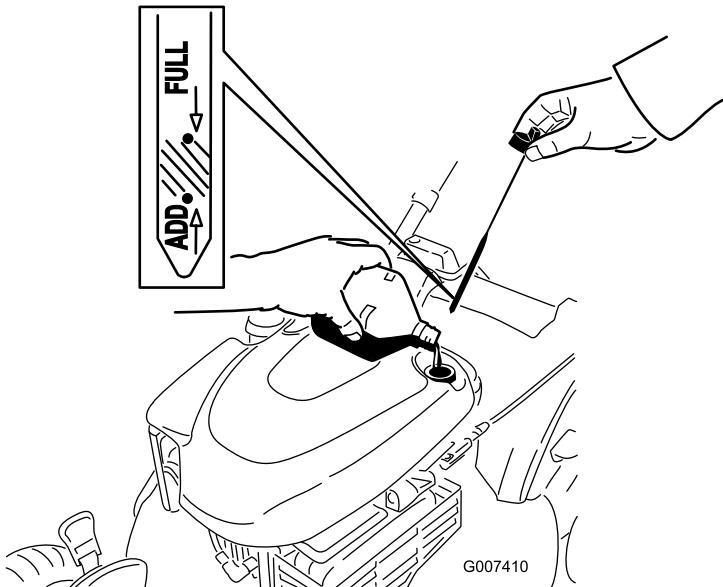

Bild 16
2. Ziehen Sie den Ölmessstab heraus (Bild 16).
5. Nehmen Sie den Peilstab heraus und lesen den Ölstand ab, siehe Bild 16.